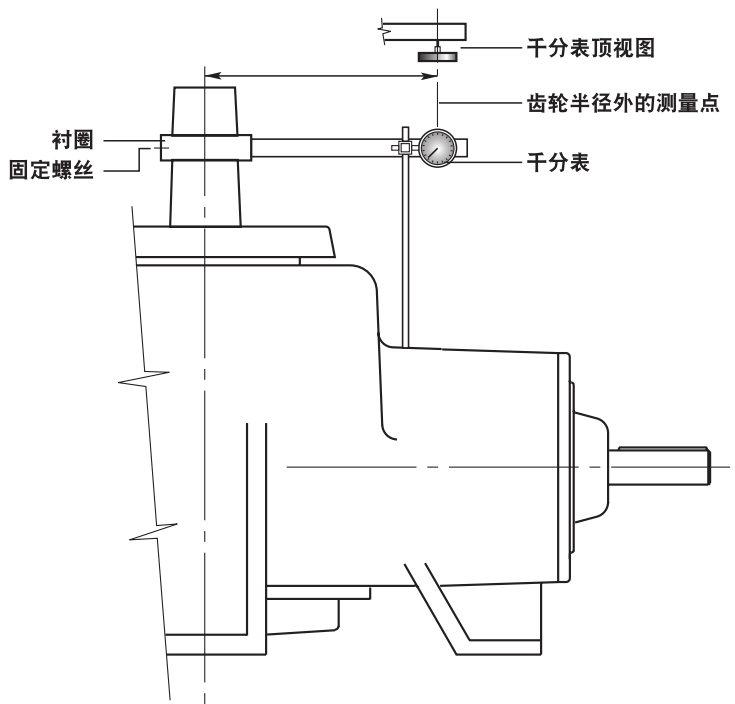

图 5 齿轮间隙测量
在小齿轮上有“X”标记的轮齿落位于环形齿轮上的两个“X”标记轮齿之间后, 请使用千分表检查间隙, 如图 5 所示。锁定小齿轮轴, 以防止旋转。以相当于环形齿轮外半径的距离测量的风扇轴移动量就是间隙大小。所有齿轮比例的间隙应该在 0.007 到 0.014 英寸 (0.18 到 0.36 毫米) 之间。有“X”标记的轮齿相互啮合后, 间隙应大约等于所允许范围的中间值。检查环形齿轮上其他三个点上的间隙, 以确保间隙处于指定限制值之内。通过除去或添加底部轴承盖上的垫片 (420) 轴向调整环形齿轮。